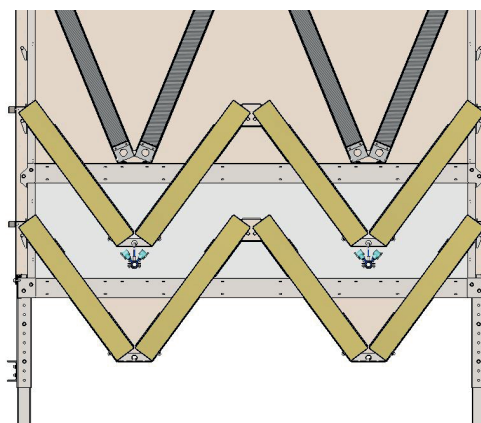

Рис. 4
- 4) Аналогично устанавливаются все остальные испарительные панели (Рис. 4)